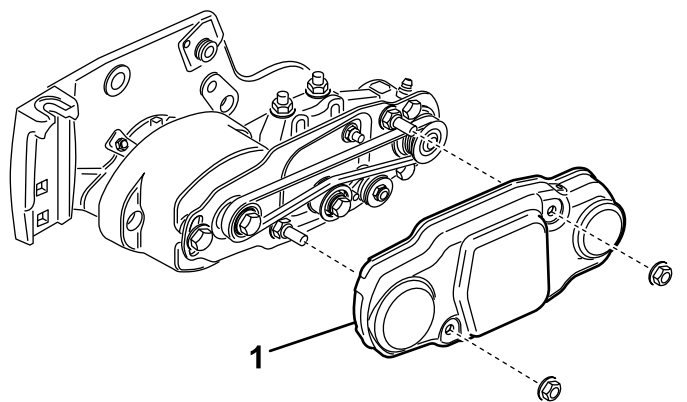

Figura 18
25. Fate scorrere il copricinghia sui bulloni di montaggio e fissatelo con 2 dadi flangiati (Figura 18).